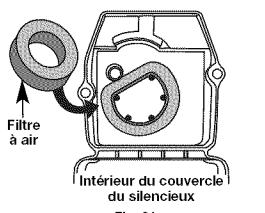

Fig. 21
2. Retournez le couvercle et inspectez l'intérieur pour repérer le filtre à air. Retirez le filtre à air de l'intérieur du couvercle du filtre à air/silencieux (Fig. 21).
6. Remplacez le filtre à l'intérieur du couvercle du filtre à air/silencieux (Fig. 21).